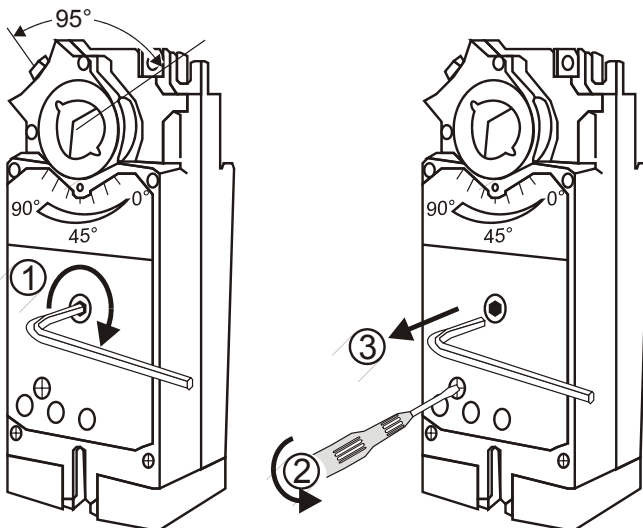

Рис. 3. Ручная установка в требуемое положение
2. Вставьте шестигранник (ключ) как показано на Рис. 3.